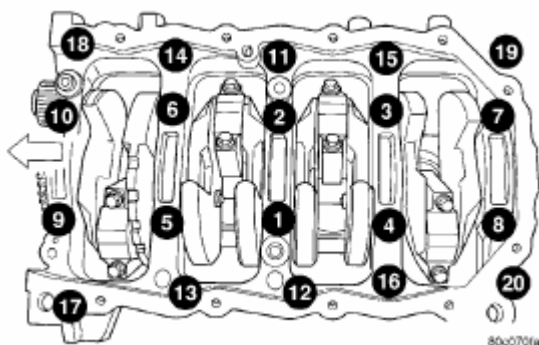

Рис. 46. Порядок затяжки болтов крепления крышки коренных подшипников.
(5) Установить нижние вкладыши коренных подшипников в крышку. Убедиться, что пластины вкладышей заходят в прорези крышки. Установить крышку коренных подшипников с вкладышами на блок двигателя.
(6) Перед установкой болтов смазать резьбу чистым моторным маслом, вытереть излишки масла.
(7) Установить на крышку коренных подшипников болты 11, 17 и 20, затянуть пальцами. Подтягивать болты до тех пор, пока основание не будет соприкасаться с блоком цилиндров.
(8) Для правильной центровки упорного подшипника выполнить следующие операции:
-Шаг 5: Установить и затянуть болты (1–10) в последовательности, указанной на (Рис. 46) моментом 41 Н·м (30 футов. фунт-силы).
(9) Затянуть болты (1–10) еще раз моментом 41 Н·м (30 футов. фунт-силы) +на 1/4 оборота в последовательности, указанной на Рис. 46.
- (10) Установить на крышку болты (11–20) и затянуть каждый болт моментом 28 Н·м (20 футов.фунт-силы) в указанной последовательности (Рис. 46).
- (11) После установки крышки коренных подшипников проверить момент свободного вращения коленвала. Момент не должен превышать 5.6 Н·м (50 дюймов на фунт силы).
- (12) Установить шатунные подшипники и крышки. **Не использовать болты шатунов повторно.** Затянуть болты шатунов моментом 27 Н·м (20 футов.фунт-силы) плюс $\frac{1}{4}$ оборота.
- (13) Установить оси балансира и кожух в сборе.
- (14) Установить масляный насос и маслоприёмник.
- (15) Установить заднюю крышку ремня ГРМ.
- (16) Установить ремень привода ГРМ.
- (17) Установить передние крышки ремня ГРМ.
- (18) Установить кронштейны крепления двигателя.
- (19) Установить масляный картер.
- (20) Установить масляный фильтр.
- (5) Установить нижние коренные подшипники в крышку коренных подшипников/основание. Убедиться, что пластины подшипников заходят в прорези основания.
- (6) Расположить основание с коренными подшипниками на блок двигателя.
- (7) Перед установкой болтов смазать резьбу чистым моторным маслом, вытереть излишек масла.
- (8) Установить основание коренных подшипников на болты блока двигателя 11, 17 и 20, подтянуть пальцами. Затягивать болты до соприкосновения основания с блоком цилиндров.
- (9) Для правильной центровки упорного подшипника выполнить следующие операции:
- Шаг 5: Установить и затянуть болты (1–10) в последовательности, указанной на (Рис. 46) моментом 41 Н·м (30 футов. фунт-силы).
- (10) Установить основание с коренными подшипниками на болты блока двигателя (11–20) и затянуть каждый болт моментом 28 Н·м (20 футов.фунт-силы) в указанной последовательности (Рис. 46).
(11) После установки основания с коренными подшипниками проверить крутящий момент коленвала. Крутящий момент не должен превышать 5.6 Н·м (50 дюймов на фунт силы).